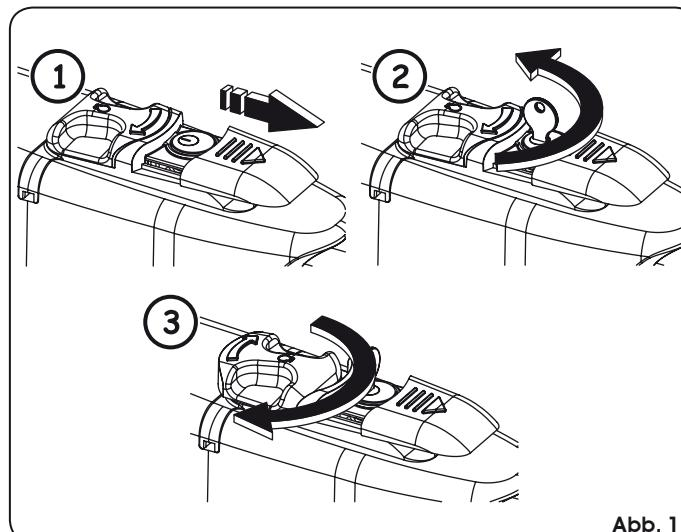

Abb. 1
2. Die Schutzhülle – Abb. 1/1 – gleiten lassen.
3. Den Schlüssel einstecken und um 90° drehen, Abb. 1/2.
4. Zur Freigabe des Antriebs den Bedienhebel um 180° in Richtung des auf dem Freigabesystem angegebenen Pfeils drehen, Abb. 1/3.